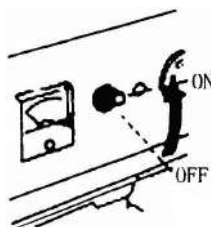

Fig. 23
- Le commutateur AC DC est en position ON. (Fig. 23)